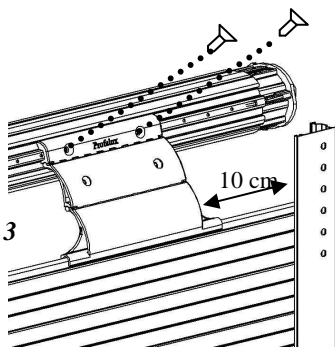

fig. 4
**NB : Pour le moteur 20Nm et 30Nm, doubler les DVA aux deux extrémités (*voir étiquette 3 et fig.4*)**